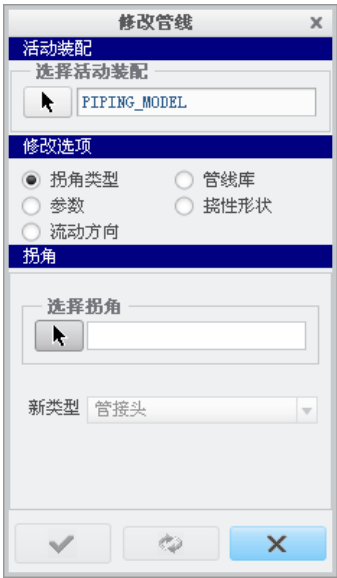

图 16.3.4 “修改管线”对话框
Step1. 在 **管道** 功能选项卡的 **管线** 区域中单击“修改管线”按钮 ，系统弹出图 16.3.4 所示的“修改管线”对话框，在该对话框的 **修改选项** 区域中选中 **拐角类型** 单选项。